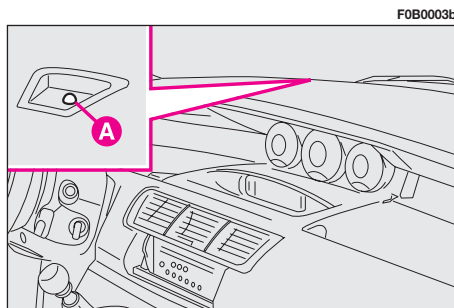
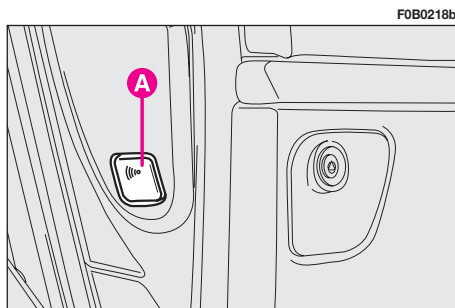

fig. 9
fig. 10
Su activación será señalizada por los intermitentes y por el led **A-fig. 9** parpadeando, ubicado en el salpicadero.
Si mientras tanto se ha activado la alarma, el led **A-fig. 9** parpadea rápidamente. Para interrumpir la señalización del led, ponga la llave de contacto en posición **M**.
Antes de activar el antirrobo presione el pulsador **A-fig. 10** al que se puede acceder con la puerta abierta, el led **A-fig. 9**, ubicado en el salpicadero, se enciende con luz fija.
Volviendo a presionar el pulsador **A-fig. 10**, se restablece la protección normal tanto exterior como interior.
- antes de 10 segundos gire la llave de contacto a la posición **M** y luego, presione el pulsador **A-fig. 10**, la sirena se desactiva.